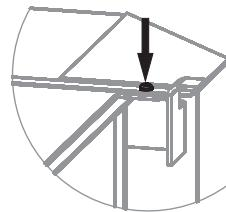

Рисунок 14. Саморезы для демонтажа бака печи «Компакт 2013 Б»
4. Отсоединить бак, открутив 2 самореза (рисунок 14)